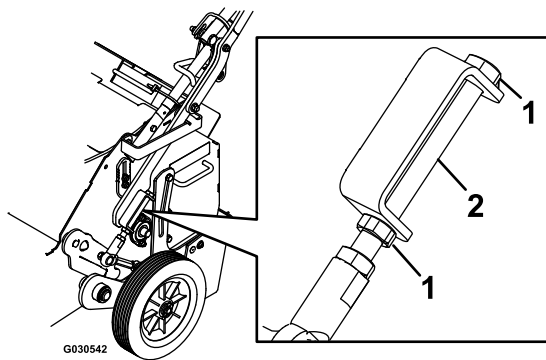

Рисунок 16
6. Ослабьте контргайки на регулировочном болте (Рисунок 16).